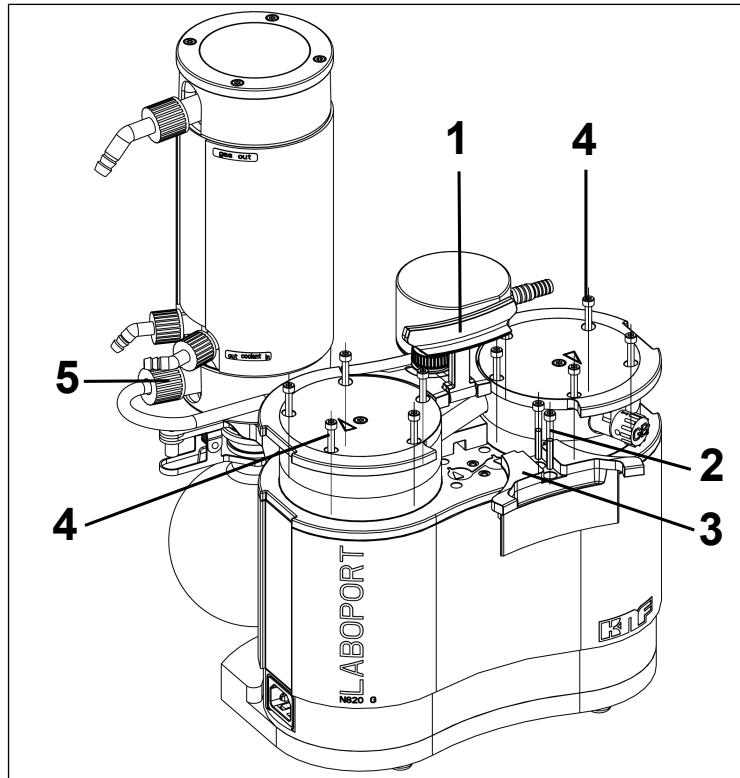
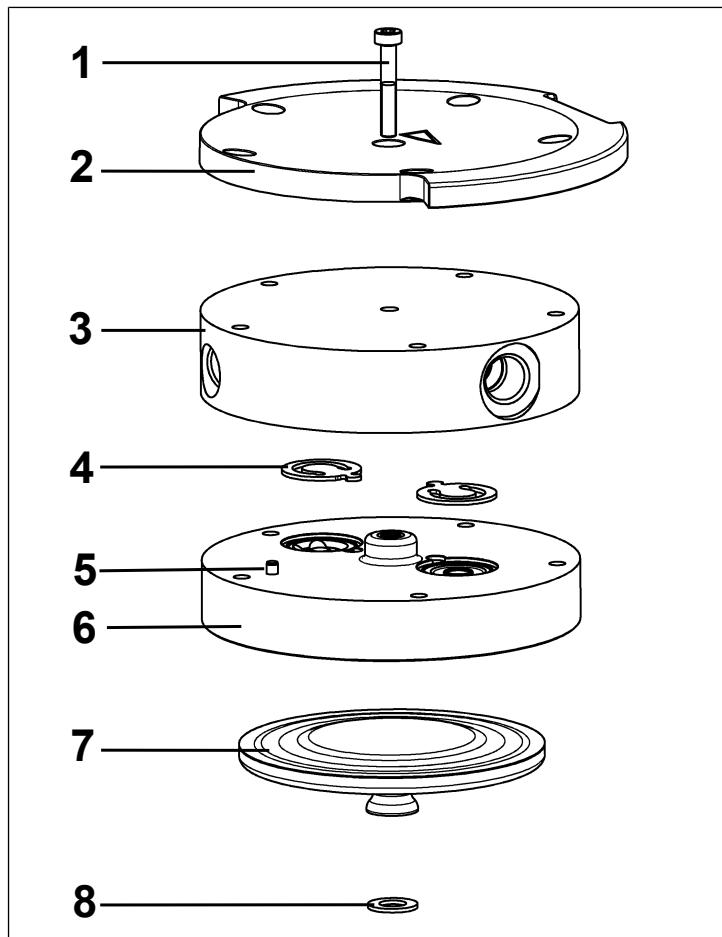

Abb.11: Griffblende abmontieren
Abb.12: Pumpenkopf (dargestellte Pumpe N820)
2. Lösen Sie die Überwurfmutter der Schlauchverbindung (**5**/Abb. 11) von der Vakuumsystemkomponente.
3. Stellen Sie den Griff (**1**/Abb. 11) in eine senkrechten Position.
4. Lösen Sie die beiden Schrauben (**2**/Abb. 11) der Griffblende (**3**/Abb. 11).
5. Entfernen Sie die Griffblende (**3**/Abb. 11).
6. Lösen Sie die außenliegenden Kopfschrauben (4/Abb. 11) an beiden Pumpenköpfen.
**i** Die beiden innenliegenden Kopfschrauben (1/Abb. 12) bleiben dabei zunächst noch fest angezogen.
**i** Die folgenden Positionsnummern beziehen sich auf Abb. 12, falls nicht anders angegeben.
1. Markieren Sie Druckplatte (2), Kopfdeckel (3) und Zwischenplatte (6) mit einem durchgehenden Bleistiftstrich. Dadurch wird verhindert, dass die Teile später falsch montiert werden.
2. Entnehmen Sie die außenliegenden Schrauben (4/Abb. 11) von den Pumpenköpfen.
8. Ziehen Sie die innenliegende Kopfschraube (1) in der Mitte der Druckplatte fest (Anziehmoment: 1 Nm).
9. Ziehen Sie die Schrauben (4/Abb. 11) über Kreuz an (Anziehmoment: SH/SR820G: 4 Nm; SR/SR840G: 5 Nm)
11. Ziehen Sie die Überwurfmutter der Schlauchverbindung (5/Abb. 11) am Hochleistungskondensator (2/Abb. 2) handfest an.
1. Montieren Sie die Griffblende (3/Abb. 11).
2. Ziehen Sie die Schrauben (2/Abb. 11) der Griffblende (3/Abb. 11) an (Anziehmoment: 2 Nm).